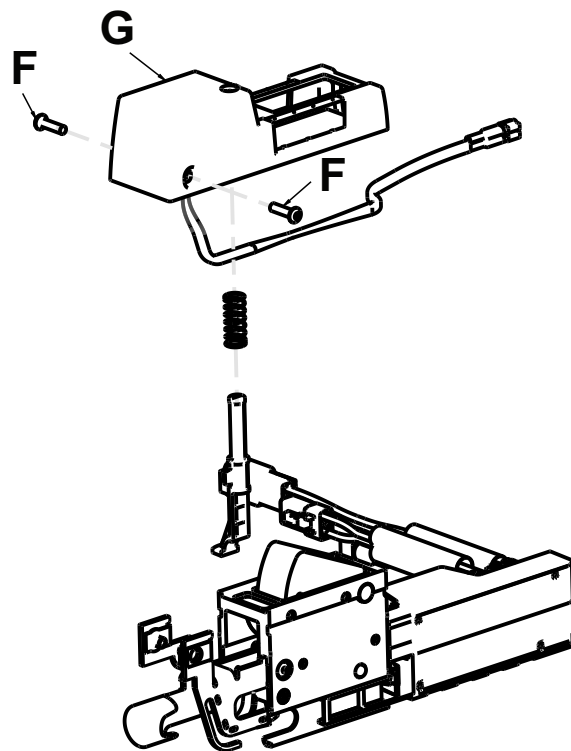

Figure 51 – Retirer l'ensemble de boîtier d'ancrage
12. À l'aide d'une clé à six pans de 1/8 po, retirer les deux vis d'assemblage à tête ronde (F) qui fixent l'ensemble du boîtier d'ancrage à l'ancrage du côté tête à l'ensemble de cliquet d'ancrage. Retirer et jeter l'ensemble de boîtier d'ancrage (G) (Figure 51). Conserver les vis.